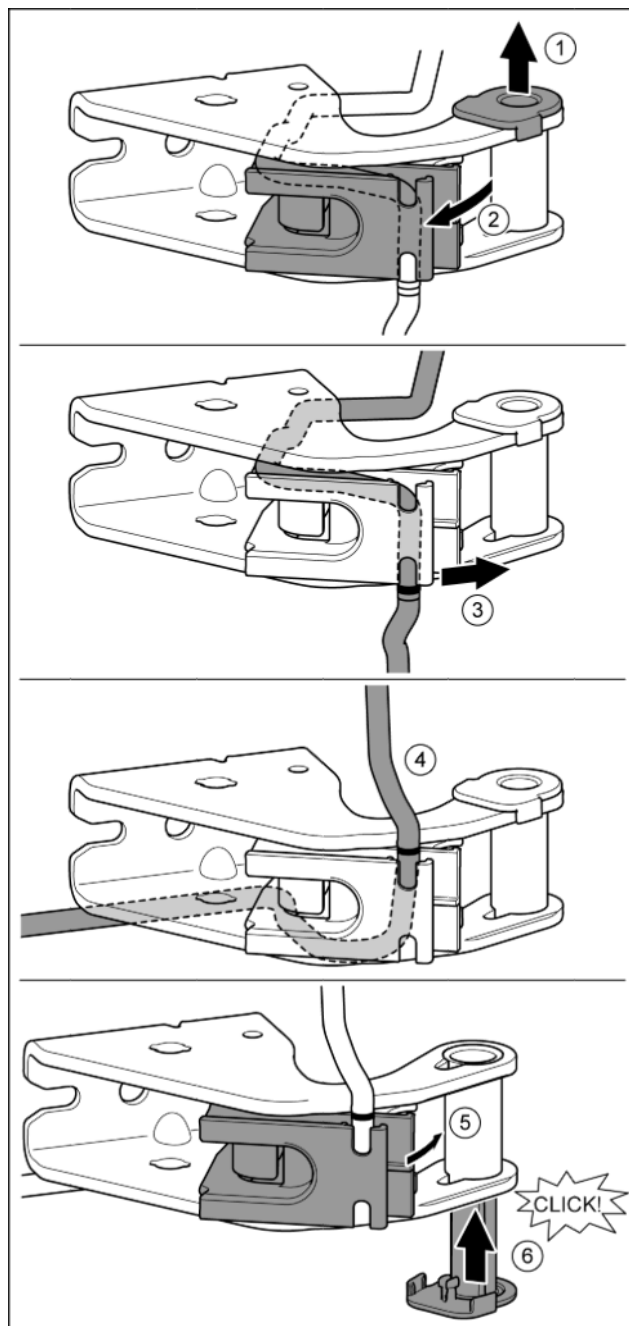

Fig. 28
- ▶ Vytáhněte ložiskové pouzdro z vedení. Fig. 28 (1)
- ▶ Otočte držák kabelu ven. Fig. 28 (2)
- ▶ Uvolněte kabel z vedení. Fig. 28 (3)
- ▶ Vložte kabel zrcadlově obráceně. Fig. 28 (4)
- ▶ Otočte držák kabelu dovnitř. Fig. 28 (5)
- ▶ Ložiskové pouzdro vložte z druhé strany a zaklesněte. Fig. 28 (6)